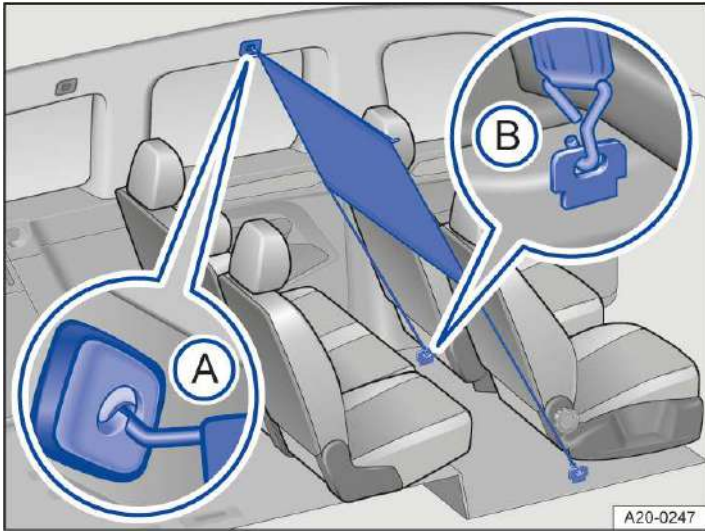
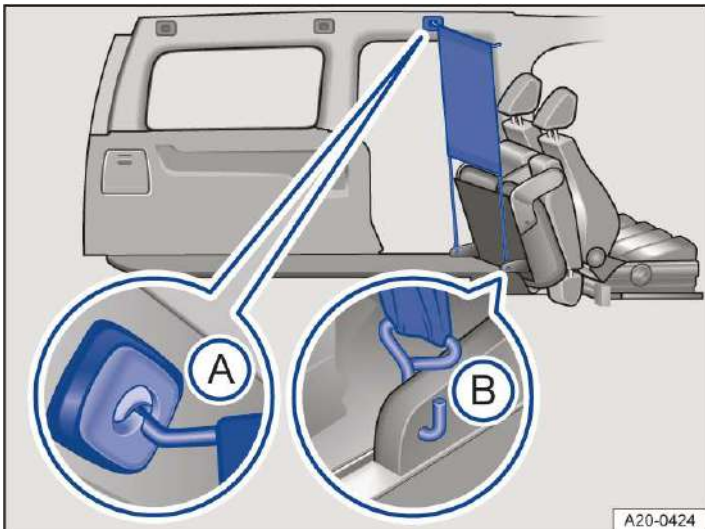

Abb. 1 Hinter der ersten Sitzreihe:
Abb. 2 Hinter der umgeklappten zweiten
2. Netztrennwand in die *vordere linke* → Abb. 1 (A) oder → Abb. 2 (A) Aufnahme im Dach einhaken. Darauf achten, dass die Querstange über die obere Position hinaus nach unten gezogen wird.
4. Netztrennwand in der Befestigung einhaken → Abb. 1 (B) oder → Abb. 2 (B).